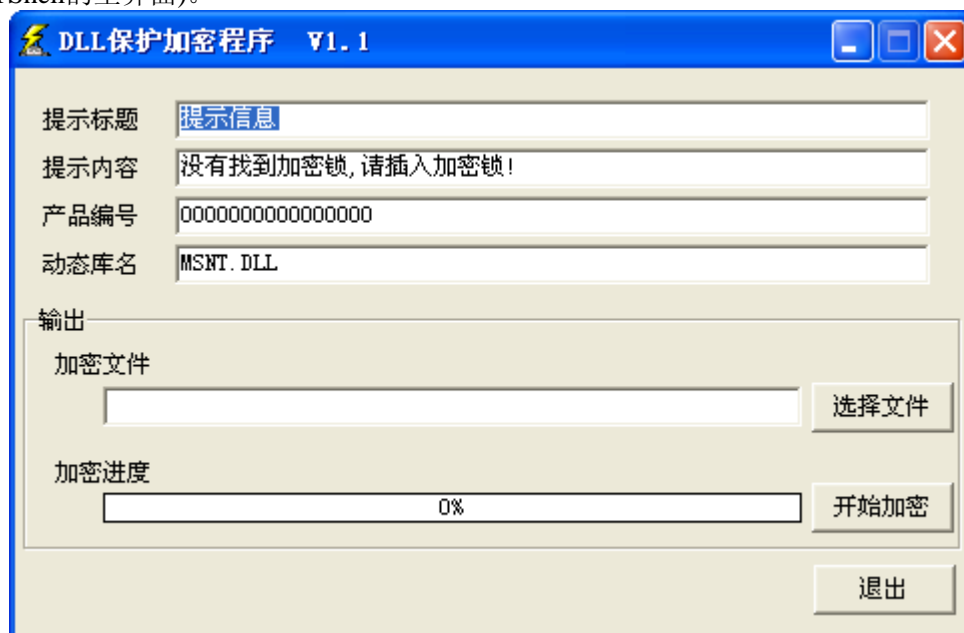

图 7.16 DIINTShell 主界面
5. 双击“D:\NT132 DLL文件保护\DIINTShell.exe”文件，将会弹出如图7.16所示的对话框(DIINTShell的主界面)。